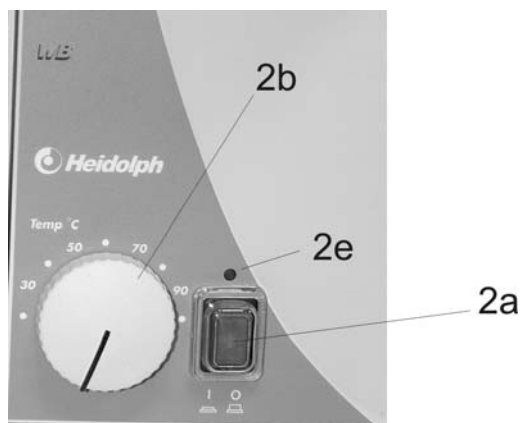

Bild 22
Bei Verwendung der Schutzhaube wird diese am Höhenanschlag (15) befestigt (siehe Bild 22). Bei abgesenktem Lift hat die Schutzhaube somit immer einen definierten Abstand zum Heizbad.